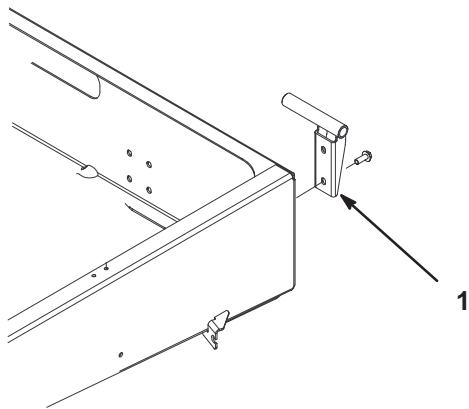

Bild 8
2. Montieren Sie den linken Schwenkbügel mit zwei Bundschrauben ($3/8 \times 1''$) an der linken hinteren Ecke des Chassis. Positionieren Sie den Bügel wie in Bild 8.